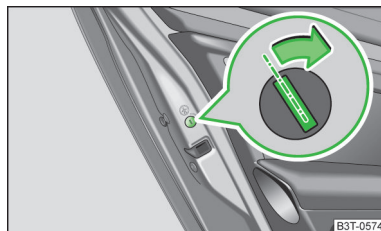

Fig. 17
- Faire tourner la fente du verrouillage dans le sens de la flèche » fig. 17 (en sens opposé pour la porte de droite).
- Faire tourner la fente du verrouillage dans le sens inverse de la flèche » fig. 17 (en sens opposé pour la portière de droite).